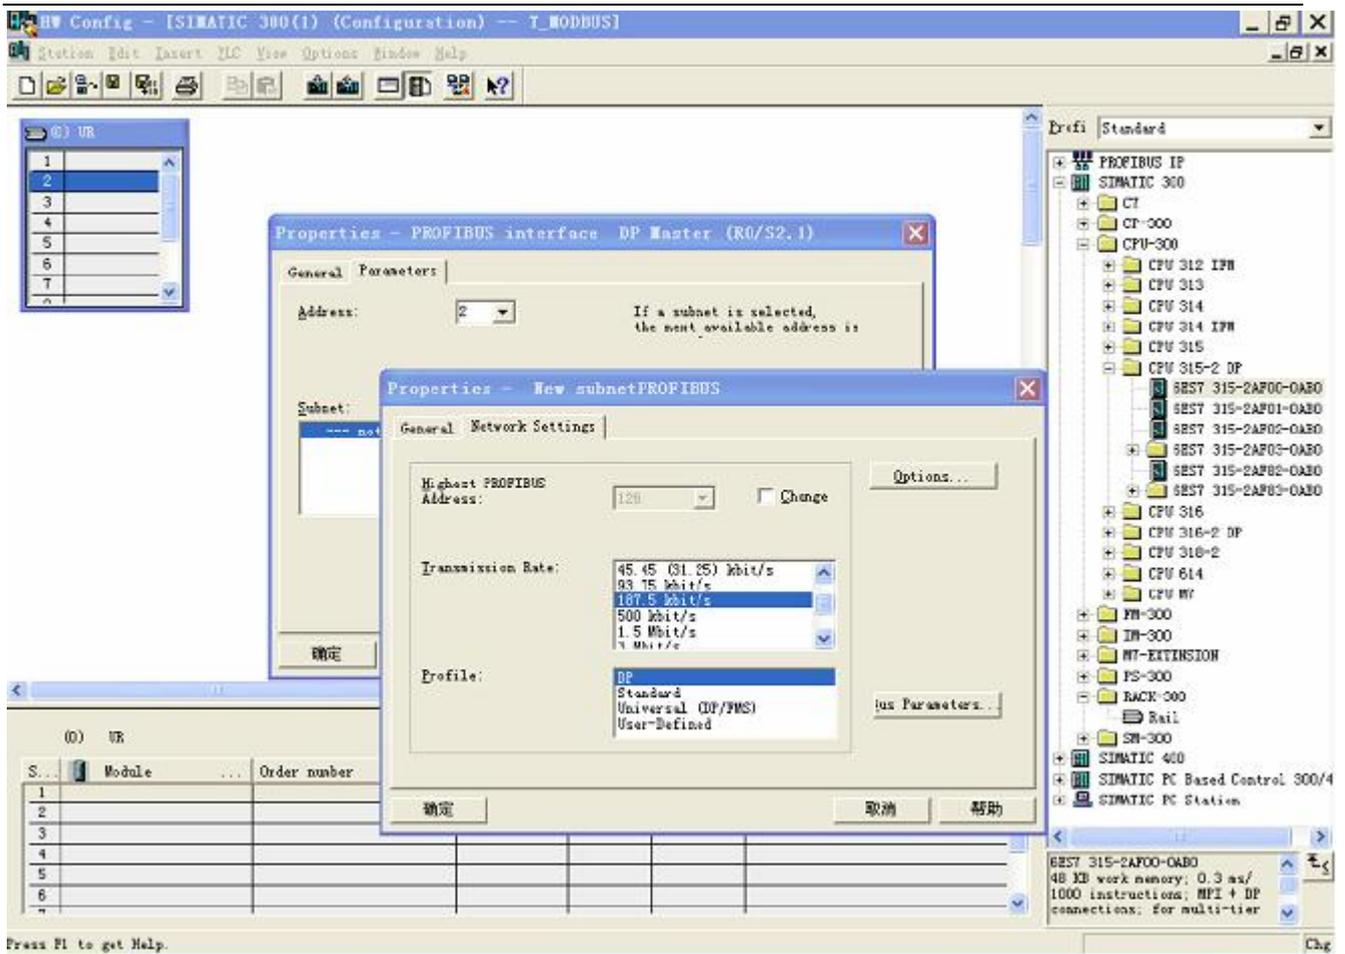

图 10
3. 创建 Profibus-DP 网络，设置 Profibus-DP: New->Network settings，选择 DP，选择一个波特率如 187.5Kbps，然后 “OK”，双击它；如图 10: